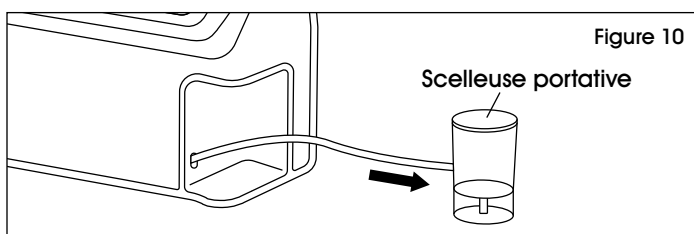

Figure 10
- Tirez la scelleuse portable rétractable intégrée jusqu'à la longueur souhaitée. (Voir Figure 10)